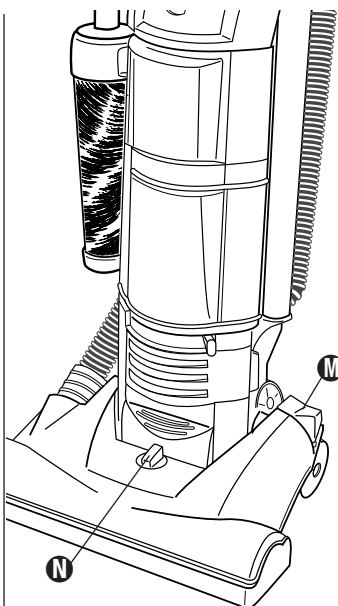
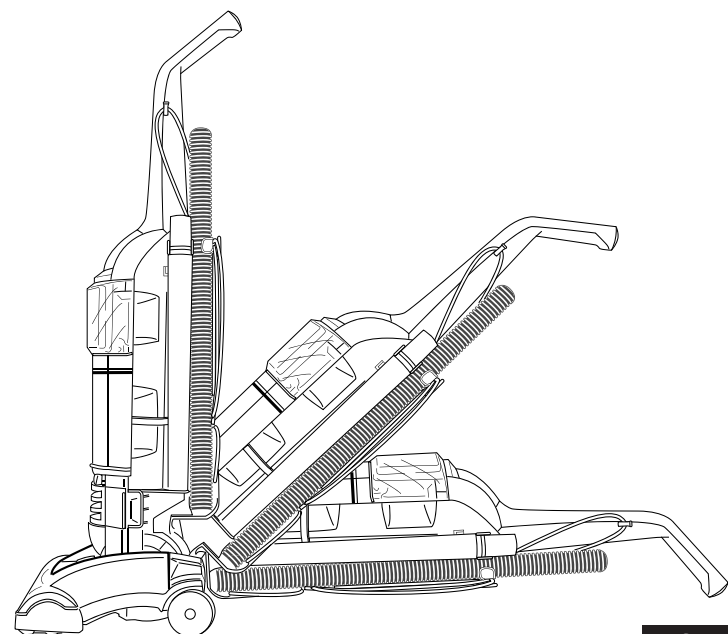

FIG. 8
FIG. 9
Handle Release **M** (FIG. 8). Step on handle release to pull handle back to a comfortable operating position. To lower handle completely to the floor (FIG. 9), depress handle release a second time.
Cleaner Height Setting **N**. An adjustment that raises or lowers the cleaner base to match the type of floor surface. With the cleaner cord unplugged, set the adjustment to lowest setting for maximum carpet cleaning. **If the cleaner is difficult to push, move adjustment to next highest setting until cleaner is comfortable to push.** The brushroll must reach the carpet for effective cleaning. For ease in moving the adjustment knob, place handle in operating position and tilt cleaner back to remove weight from front wheels (FIG. 8).
Déclencheur du manche (FIG. 8). Appuyez avec le pied sur le déclencheur afin de mettre le manche à une position confortable d'opération. Pour abaisser complètement le manche jusqu'au sol (FIG. 9), appuyez sur le déclencheur une deuxième fois.
Réglage de la hauteur de l'aspirateur . Une opération qui permet de monter ou d'abaisser l'aspirateur selon le type de moquette. Après avoir débranché l'aspirateur, mettre le bouton de réglage à la position la plus basse pour un nettoyage maximum de la moquette. **Si l'aspirateur est difficile à pousser, choisir une position plus haute, jusqu'à ce que l'aspirateur se déplace facilement.** Il faut que le rouleau-brosse soit en contact avec la moquette pour un nettoyage efficace. Pour bouger facilement le bouton de réglage, mettre le manche en position « Marche » (ON) et incliner l'aspirateur vers l'arrière pour déplacer le poids des roues avant (FIG. 8).
Palanca para liberar el mango (FIG. 8). Pise la palanca para liberar el mango a fin de jalar el mango hacia atrás a una posición que le resulte cómoda. Para bajar el mango completamente hasta el suelo (FIG. 9), pise una vez más dicha palanca.
Regulación de altura de la aspiradora . Un regulador que levanta o baja la base de la aspiradora para concordar con el tipo de superficie del piso. Teniendo desenchufado el cordón de la aspiradora, coloque el regulador en su posición más baja para obtener una limpieza máxima. **Si resulta difícil empujar la aspiradora, ponga el regulador en la posición siguiente hasta que le resulte cómodo empujar la aspiradora.** El cepillo circular debe tocar la alfombra para lograr una limpieza eficaz. Para facilitar mover la perilla reguladora, coloque el mango en la posición de operación e incline la aspiradora hacia atrás para quitar el peso de las ruedas delanteras (FIG.8).